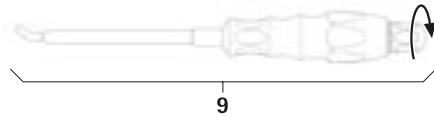

Fig. 15
- Montage de l'instrument de pose de tige 9, voir Fig. 15.